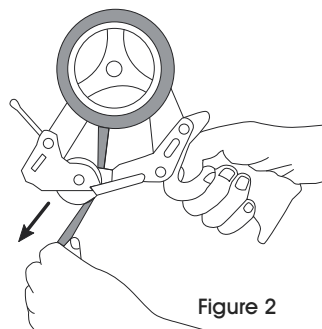

Figure 2
2. Unroll 5-6 inches of tape (sticky side down) and thread between roller and metal loading gate. (See Figure 2)
2. Déroulez 12 à 15 cm (5 à 6 po) de ruban (côté adhésif vers le bas) et enfillez-le entre le rouleau et la porte de chargement en métal. (Voir Figure 2)